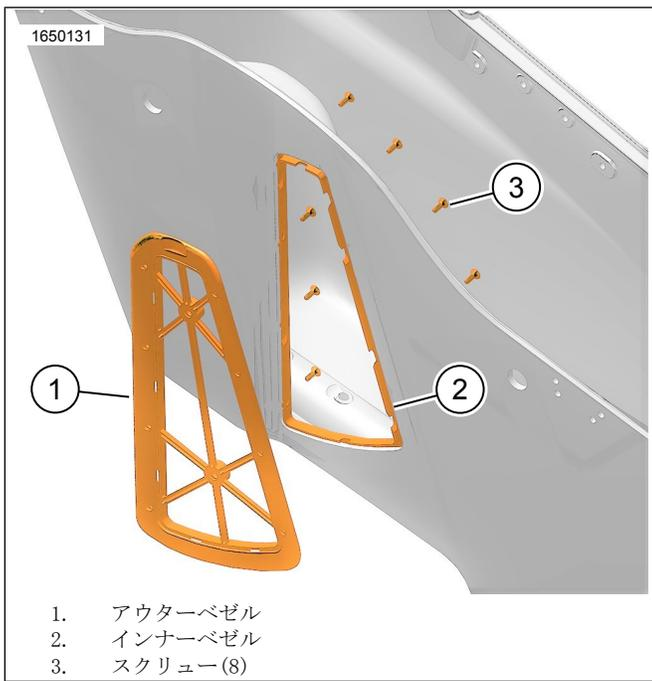

図11。ベゼルのフィット感のテスト
5. 図11を参照してください。サドルバッグのインナー(2)およびアウター(1)ベゼルのフィット感をテストします。
8. 図11を参照してください。インナー(2)およびアウター(1)ベゼルのサドルバッグに取り付けます。